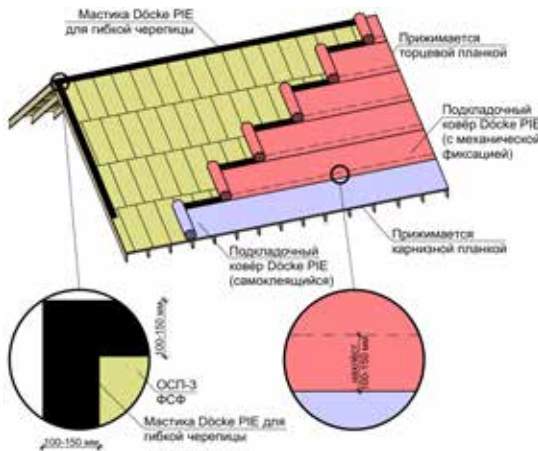

Рис. 6 Схема расположения подкладочного ковра Döcke PIE (последовательность укладки полотен в соответствии с п. 4.1.2).
4.1.5 Крепёж подкладочного ковра – тип 1 (таблица №1). Шаг гвоздей составляет 200 мм в местах нахлёстов (рис. 6). Самоклеящиеся ковры Döcke PIE вдоль карниза снизу прижимаются карнизными планками (п.5). Самоклеящийся подкладочный ковёр необходимо крепить гвоздями в тех случаях, когда планируются перерывы в работе, а также когда планируется использовать ковры в качестве временной кровли.